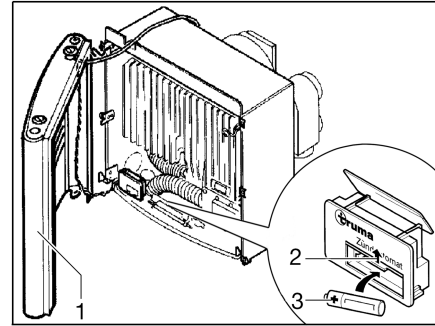

Bild 107 Heizung geöffnet
- Verkleidung (Bild 107,1) seitlich anstellen, damit die Anschlusskabel für das Warmluftgebläse sowie für die Zünd-Kontroll-Lampe nicht ausgesteckt werden müssen.
- Die Abdeckung des Batteriefachs am Zündautomaten (Bild 107,2) nach oben schieben.
- Eine neue Batterie (Bild 107,3) gleichen Typs polrichtig (+/-) in das Batteriefach des Zündautomaten einsetzen. Nur temperaturbeständige (+70 °C) und auslaufsichere Mignon-Batterien verwenden.